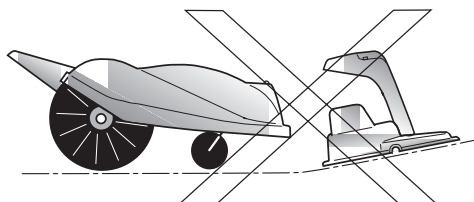

Fig.2
- La station de charge doit être de niveau par rapport à la tondeuse (fig. 2 et 3).